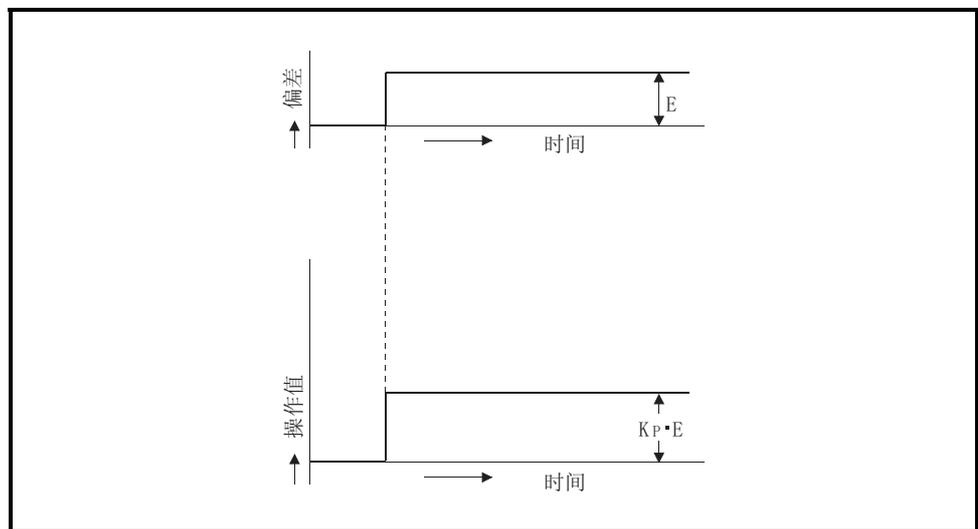

图 1.7 阶跃响应时的比例动作
- (1) 比例动作是获取与偏差(设置值与测定值之间的差)成正比例的操作值的动作。
- (2) 在比例动作中, 偏差与操作值之间的变化关系可以用以下公式表达:
- (3) 图 1.7 所示为偏差值恒定时阶跃响应的比例动作。
- (4) 操作值在-5.0%至 105.0%之间变化。随着  $K_P$  的增加, 同一偏差值的操作值变大, 并且纠正动作变强。
- (5) 在比例动作中将产生偏置(剩余偏差)。